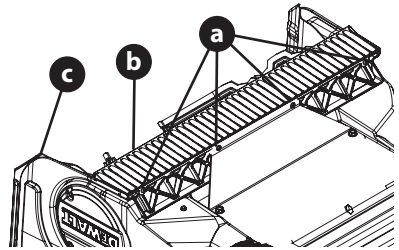

Figure 20
- Retirez les quatre vis à tête étoilée (a) qui retiennent la plaque de râclage (b) au carter de la tarière (c) (Figure 20).